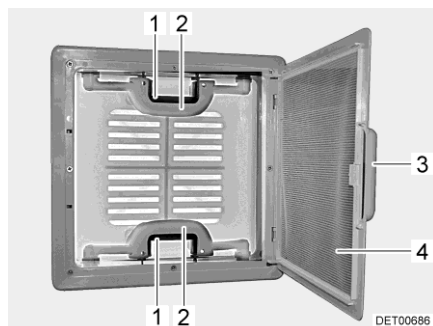

Fig. 21 Oblò a scatto
- Tirare la maniglia (Fig. 21,3).
- Ribaltare la protezione contro gli insetti (Fig. 21,4) verso il basso.
- Premere la chiusura a scatto (Fig. 21,1) verso l'interno dell'oblò. Premere contemporaneamente verso l'alto l'oblò con la maniglia (Fig. 21,2).
- Spingere la protezione contro gli insetti (Fig. 21,4) verso l'alto finché non si innesta.
- Tirare con forza verso il basso le due maniglie (Fig. 21,2) dell'oblò, fino a quando non scattano entrambe le chiusure (Fig. 21,1).